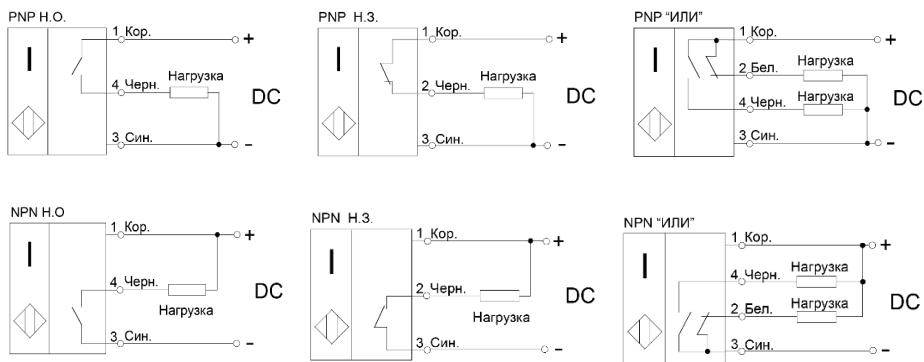

Рисунок 1 - Варианты схем подключения выключателей
3.3 Выключатели включаются в электрическую цепь по 3-х или 4-х проводной схеме (Рис. 1). Соответствие выводов и схема подключения указаны в маркировке выключателя.